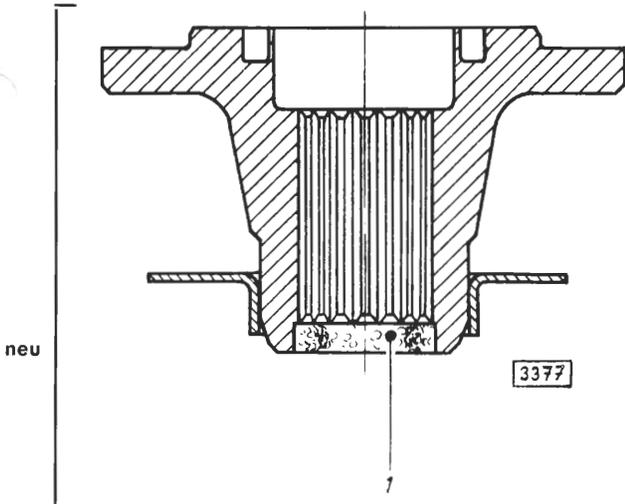

Bild 55a - Antriebkegelradflansch vor dem Aufstecken mit Dichtungsmasse versehen
5. Vor dem Aufstecken des Flansches auf das Antriebkegelrad Dichtungsmasse L 000 161/3 raupenförmig in lagerseitige Aussparung des Flansches bis auf Höhe der Innenverzahnung eindrücken und gleichmäßig am Umfang der Aussparung verteilen (Bild 55a). Beim Aufstecken des Flansches auf das Antriebkegelrad verteilt sich die Dichtungsmasse auf die Zahnflanken des Flansches und Kegelrades, wodurch eine Dämpfung zwischen beiden Teilen erreicht wird. Die Verzahnung am Antriebkegelrad muß vollkommen frei von Fett und Öl sein. Zum Reinigen einen mit Tri versehenen Lappen verwenden. Dabei darauf achten, daß kein Tri in das Kugellager der Hinterachsverlängerung gelangt.